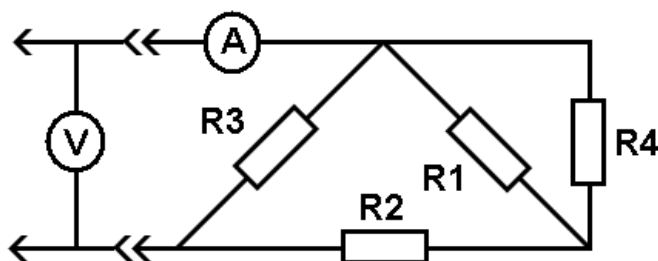

Рис. 1.15. Электрическая схема линейного двухполюсника
4. Собрать схему с подключенным линейным двухполюсником из четырех сопротивлений согласно рис. 1.15.
6. Вывести формулу эквивалентного сопротивления пассивного двухполюсника по схеме рис. 1.15 исходя из значений сопротивлений  $R_1$ ,  $R_2$ ,  $R_3$ ,  $R_4$ . Рассчитать эквивалентное сопротивление с учетом измеренных величин сопротивлений по п. 1.
10. Снять вольт-амперную характеристику пассивного двухполюсника (см. рис. 1.15):